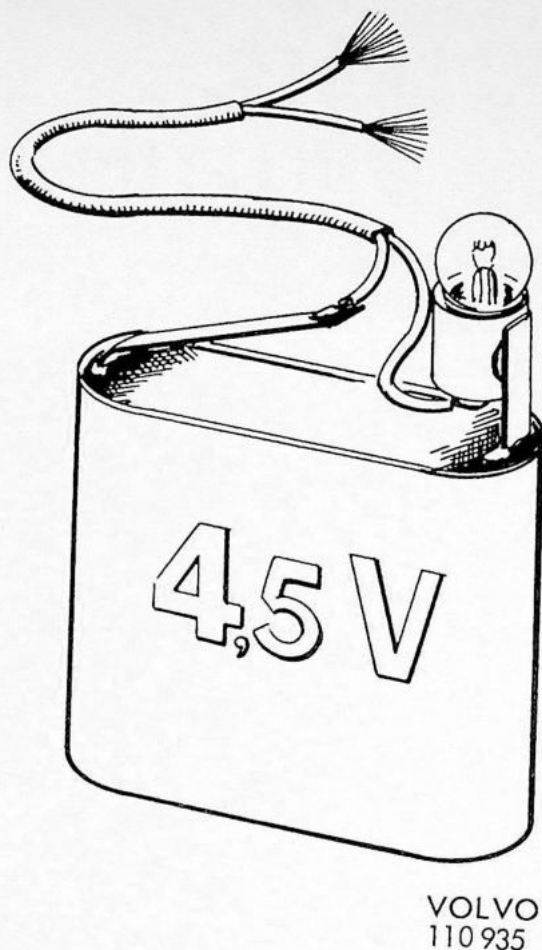

Fig. 1 Voorbeeld van een testlampje
2. Druk de schakelaar terug in de "uit"-stand en stel met behulp van een testlampje (zie Fig. 1) de plaats van de breuk vast. Schuif beide draadeinden van de testlamp, op een onderlinge afstand van ca. 10 mm van elkaar, over de beschadigde hittedraad. Het lampje zal uitgaan als het breukpunt is bereikt. Door beide draadeinden verder over de hittedraad te schuiven, kan de lengte van de breuk worden vastgesteld.